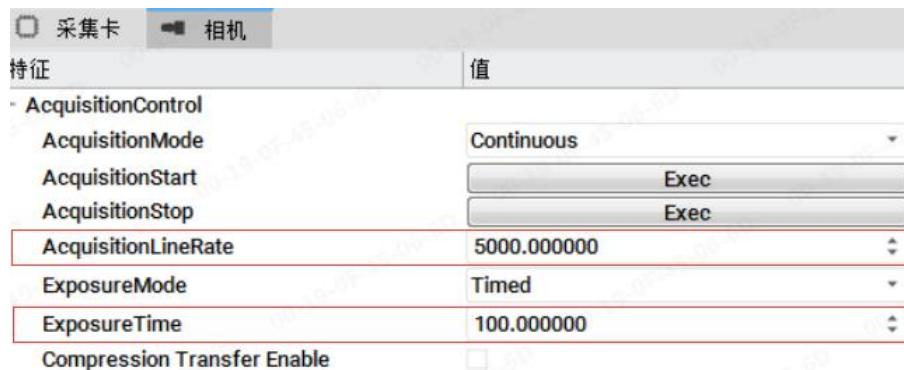

图 2.3-1 行频与曝光时间设置
(1) 行频与曝光时间 (Exposure Time, 单位 us) 的设置位于 IKapCViewer 常用选项卡下的“AcquisitionControl”, 如图 2.3-1 所示。